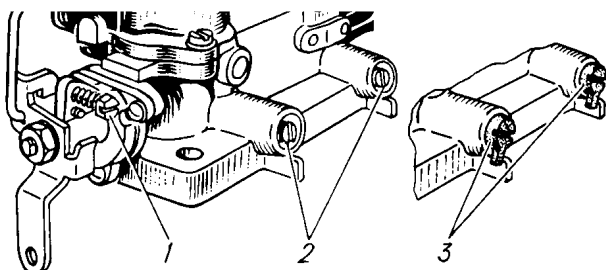

Рис. 3-14 Винты регулировки холостого хода
1. Снять ограничительные колпачки с винтов 2 (рис. 3-14) состава смеси (винтов качества).